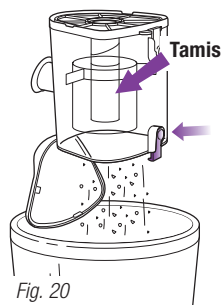

Fig. 20
- 3 Si nécessaire, mettre le récipient à poussière à l'envers au-dessus de la poubelle et presser le bouton de dégagement de la porte supérieure. (Fig. 20) Tapez doucement pour le vider.